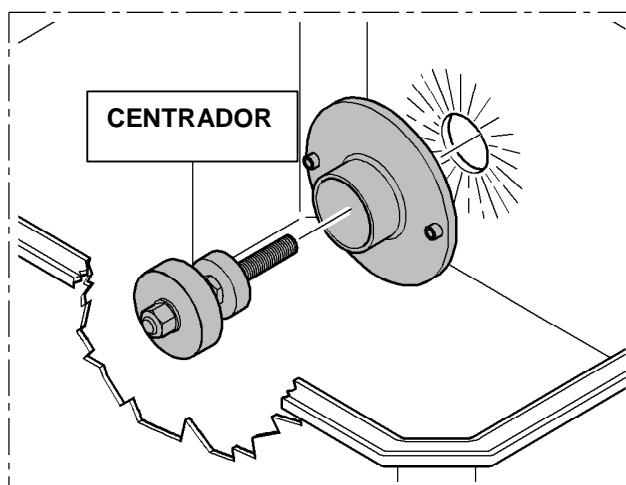

Fig. 3
- Desparafusar metade do kit de compressão para caixas de empanque electrosoldáveis (SEBECOMT), posicionar a caixa de empanque no interior do escoadouro centrando-a com relação ao furo anteriormente praticado e inseri-la no furo fazendo com que o cilindro central (centrador) fique no interior da parede do escoadouro. (Fig. 3)